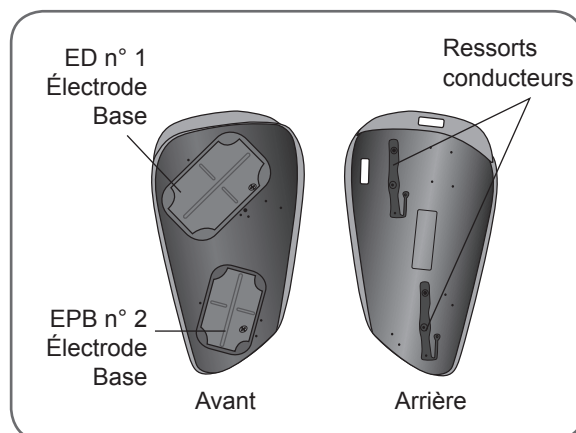

Figure 5-9 : Panneau d'ajustement des extenseurs de droite (« Rt »), avant et arrière.
Chaque panneau d'ajustement des extenseurs possède deux bases d'électrodes (Extensor Digitorum (ED) n° 1 et Extensor Pollicis Brevis (EPB) n° 2) d'un côté et deux ressorts conducteurs de l'autre côté. Reportez-vous à la Figure 5-9. Les ressorts conducteurs établissent un contact électrique avec les prises femelles des bases d'électrodes n° 1 et 2 de l'orthèse.